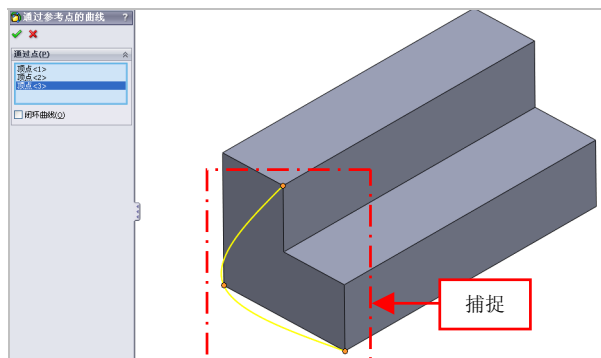

图 7-28 捕捉合适点对象
(3) 弹出【通过参考点的曲线】属性管理器，在绘图区中，依次捕捉合适的点对象，如图 7-28 所示。